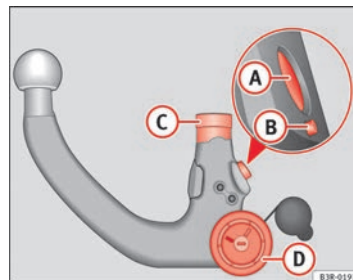

Fig. 167 Dispositivo desmontable para remolque: Rótula
- Compruebe que el perno de bloqueo (A), la palanca de desenclavamiento (B), el vástago de encaje (C) y la rueda moleteada (D) ⇒ fig. 167 de la rótula no están sucios ni deteriorados. ➔